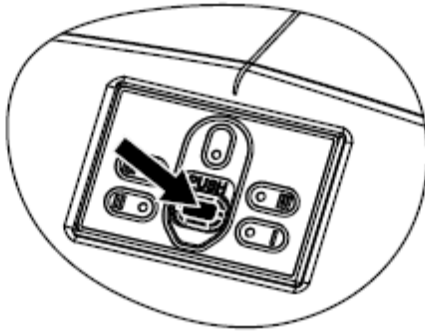

Fig. 13
- Pe panoul frontal al sistemului RO-202S (Fig. 13), trebuie apăsat butonul ÎMPINGE de 3 ori pentru a începe modul de spălare. În acest moment, se vor auzi 5 semnale sonore, indicatorul care arată durata de viață a cartușului se stinge și începe modul de spălare a unității de pretratere, care durează 30 de minute.